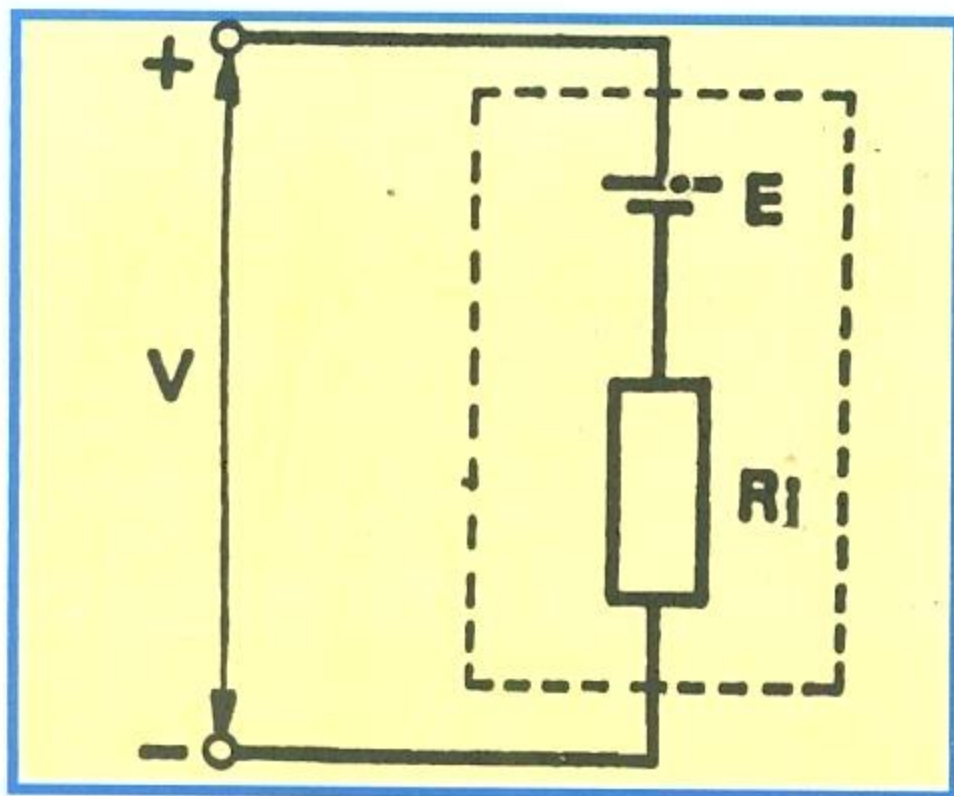

Figura 25 - Representação de uma pilha real.
dificuldade é chamada de resistência interna. Desse modo, a representação esquemática de uma pilha seria o que mostramos na **figura 25**, onde aparecem dois traços, que representam a força eletromotriz (E), e um retângulo, que simboliza a resistência interna (R_i).
Da representação esquemática de uma pilha real que fizemos na figura 25, e das explicações que fornecemos nas linhas anteriores, podemos tirar uma conclusão importante, que é a de que nos terminais de utilização da pilha não recolhemos toda a força eletromotriz gerada quimicamente mas um valor menor dado pela diferença entre a força eletromotriz e a queda na resistência interna. Essa diferença é o que se chama de tensão ou diferença de potencial.